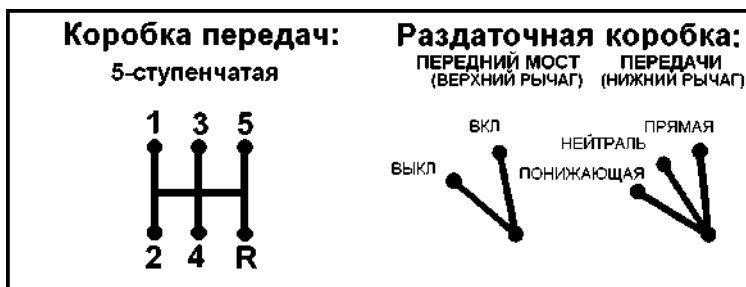

Рис. 3.2. Схема положений рычагов коробки передач и рычагов раздаточной коробки
- 13 — рычаг включения переднего моста (рис. 3.2). Имеет два положения: переднее — мост включен; заднее — мост выключен;
- 14 -рычаг включения передач раздаточной коробки (рис. 3.2). Имеет три положения: переднее — включена прямая передача, среднее — нейтральное положение, заднее — включена понижающая передача;
- 15 — рычаг переключения передач (рис. 3.2);